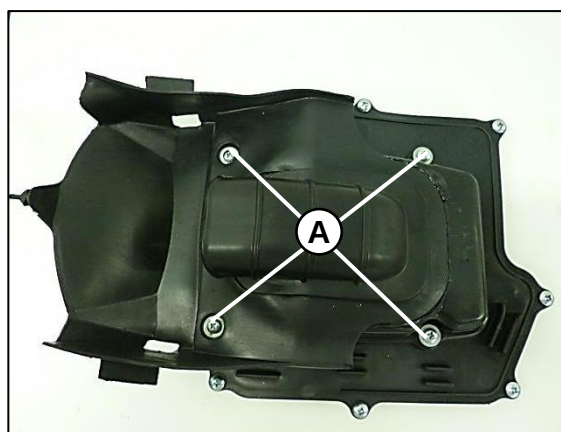

Fig. 06
Desensamble los cuatro tornillos de la parte superior de la caja filtro (A). Fig. 06